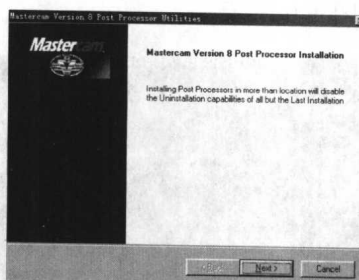

图 1-13
12) 欢迎你安装后处理文档, 选 **Next >** (下一步), 如图 1-13 所示。